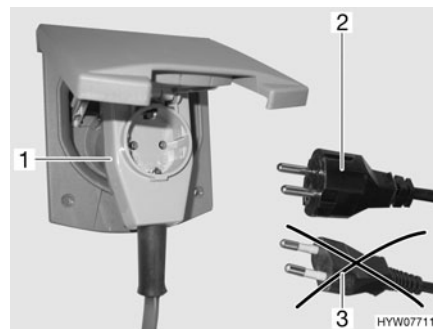

Fig. 134 Raccordement à un adaptateur coudé avec prise de courant
- ▶ Lors de l'utilisation d'un adaptateur coudé CEE 17 muni d'une prise à l'arrière (Fig. 134,1), se servir uniquement d'un connecteur en caoutchouc et scellé IP 44 avec contact de mise à la terre (Fig. 134,2). Ne pas utiliser de connecteur sans contact de mise à la terre (Fig. 134,3).